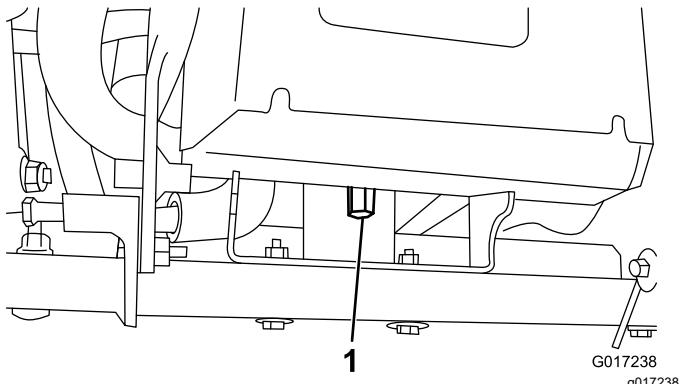

Figure 3
3. Retirez le grand écrou qui fixe l'arrière du socle de la batterie au châssis de la machine (Figure 3).